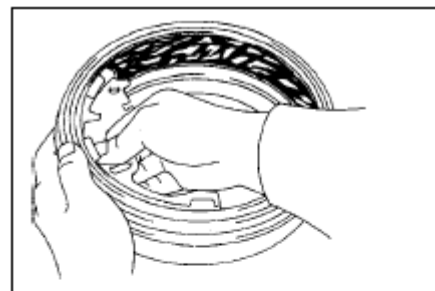

Рис. 299
12. Проверьте тормозные колодки и накладки тормозных колодок, на плотность прилегания (рис. 299).